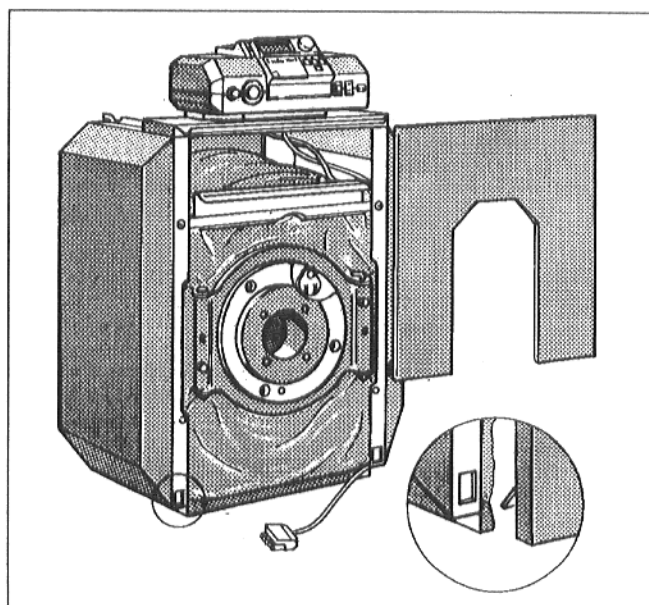

Fig. 24
- Accrocher par le haut, le panneau inférieur de la façade avant par ses deux crochets dans les fentes des cornières du panneau latéral et la partie supérieure à la traverse (Fig. 24).